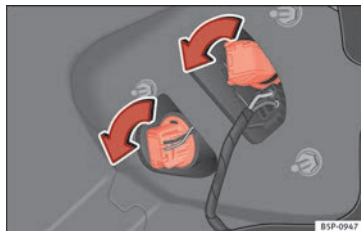

Fig. 190 Luci sulla carrozzeria.
- Girare il portalampade in senso antiorario » **fig. 190.**